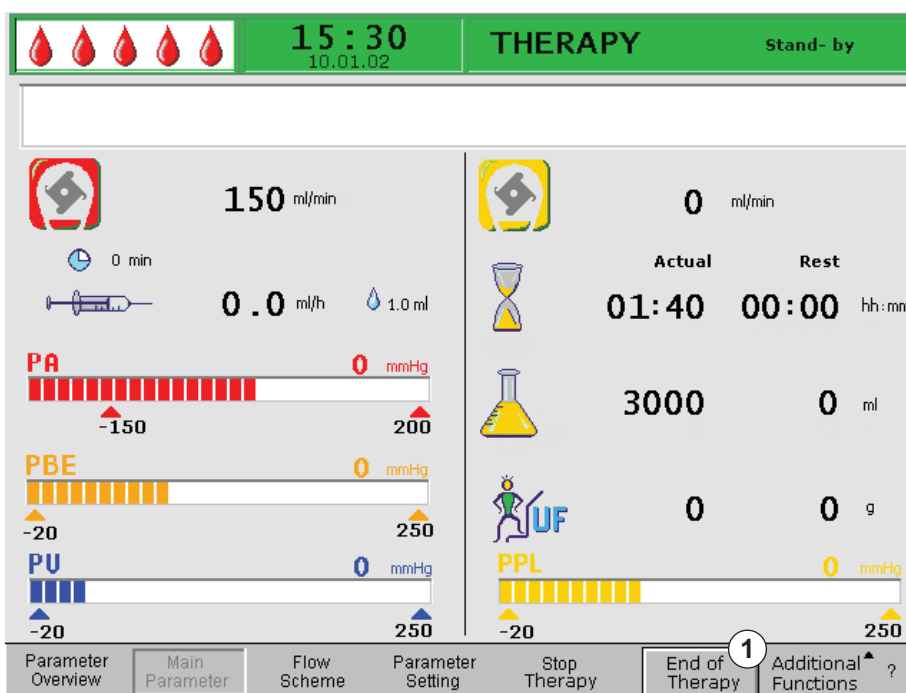

Рис. 7-5 Экран *Main Parameter* (Основной параметр) с пунктом меню *End of Therapy* (Конец лечения)
По достижении желаемого объема плазмы аппарат переключается в режим ожидания. Контур крови продолжает циркуляцию с последним выбранным значением расхода крови. Курсор автоматически указывает на пункт меню *End of Therapy* (Конец лечения) в строке меню (Рис. 7-5, ①).